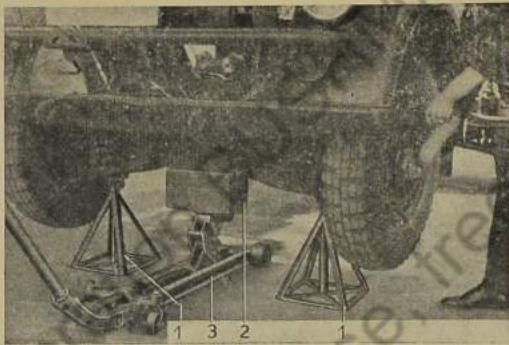

Bild 285: Fahrzeug hochbocken, Räder abnehmen
3. Fahrzeug vorn in der Mitte unter dem 2. Querträger mit einem Wagenheber anheben und mit 2 Stützböcken unter den unteren Querlenkern rechts und links unterbauen. (Bild 285).